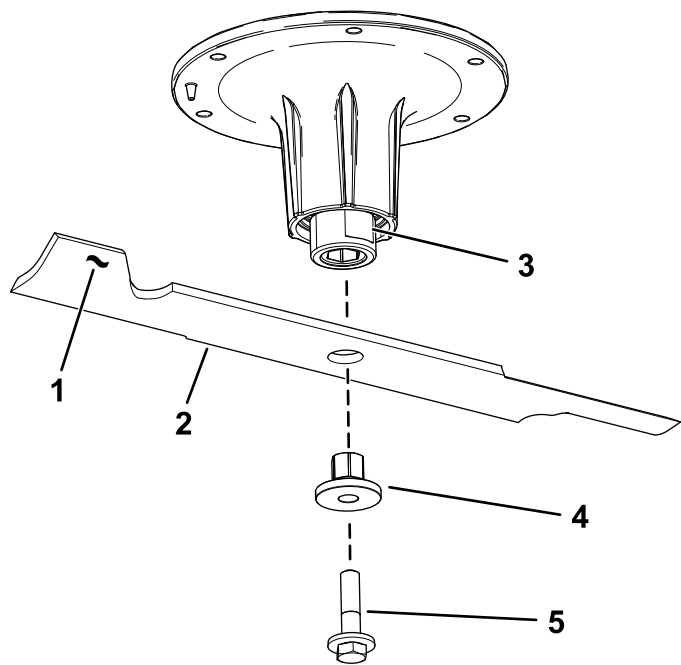

Figure 107
2. Retirez le boulon, la douille et la lame de l'axe de pivot (Figure 107).